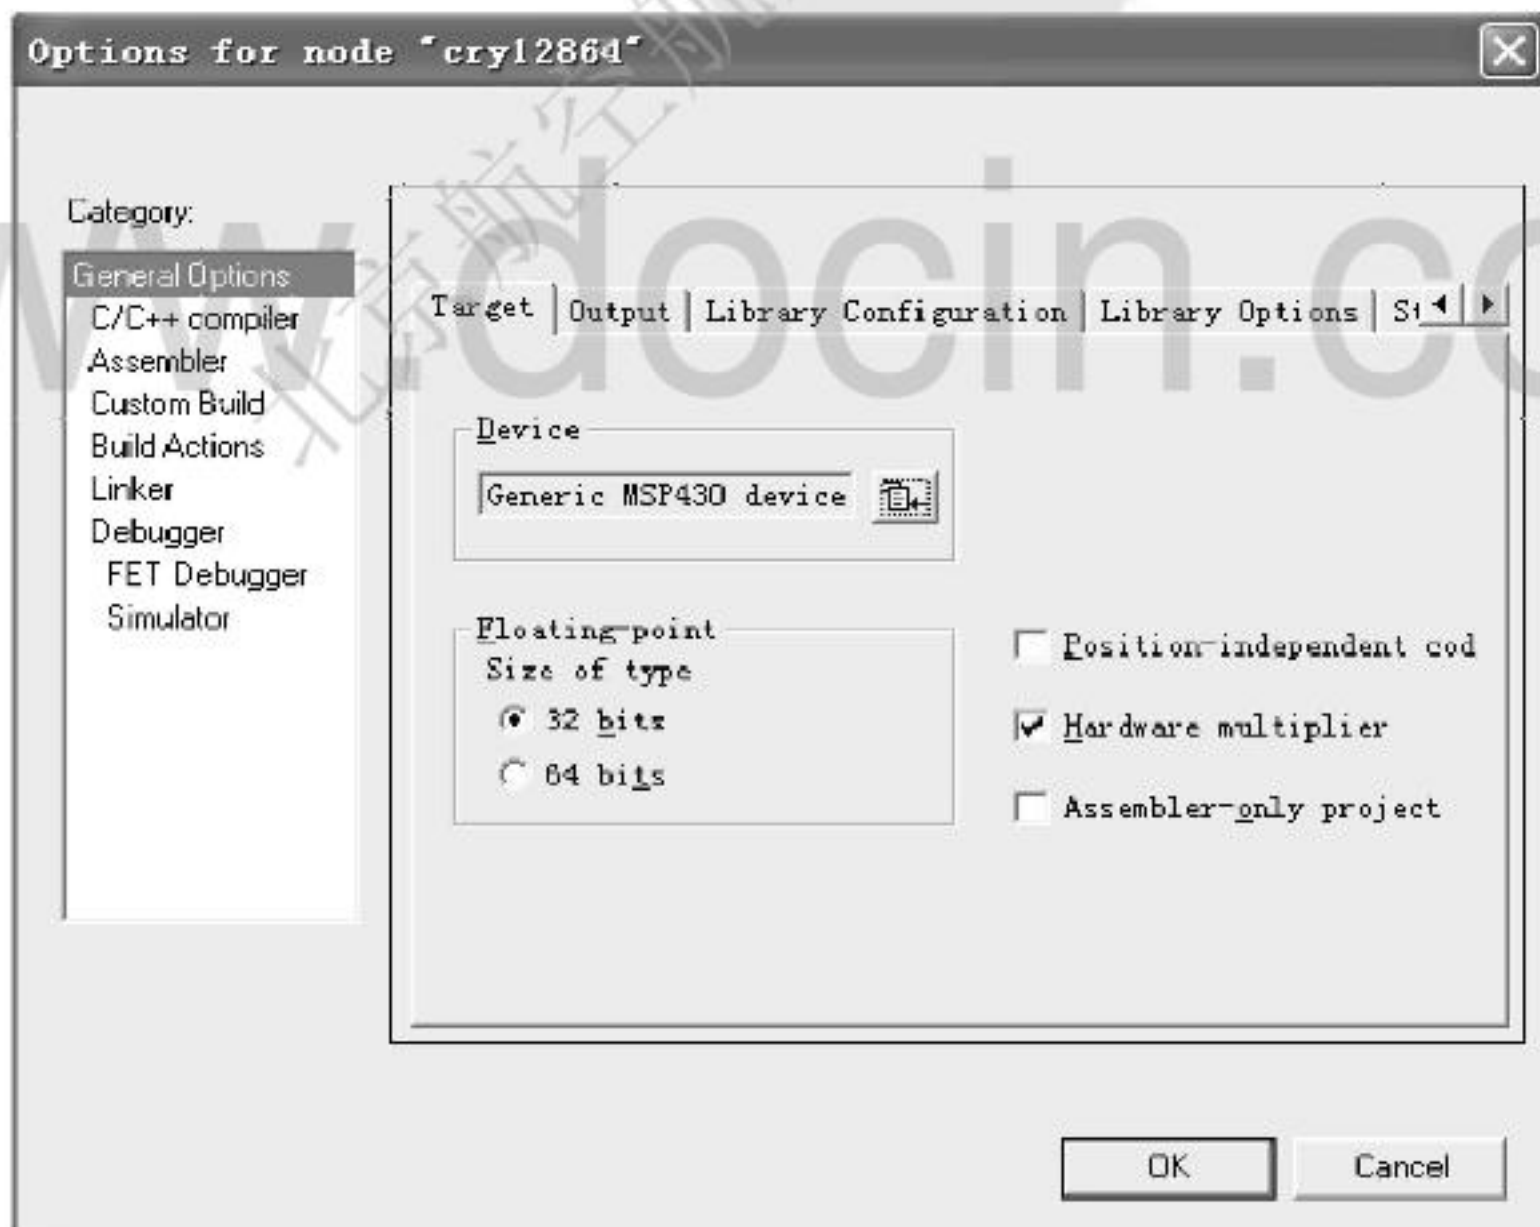

图 4-13 系统配置对话框
① 单击 Category 下面的 General Options(见图 4-13),再单击 Device 下方文本框右侧的图标按钮 ,显示图 4-14 所示的 MSP430 单片机型号,用户可以选择要使用的单片机。若使用本书介绍的开发板,请选择 MSP430F169,此时可以看到如图 4-15 所示的画面。